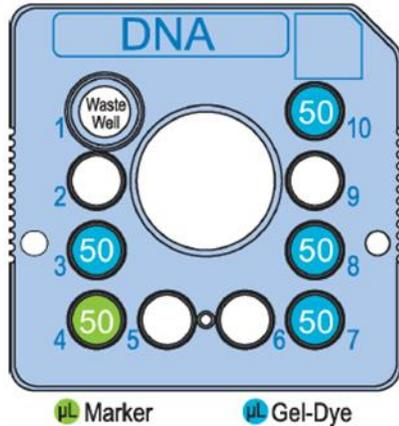
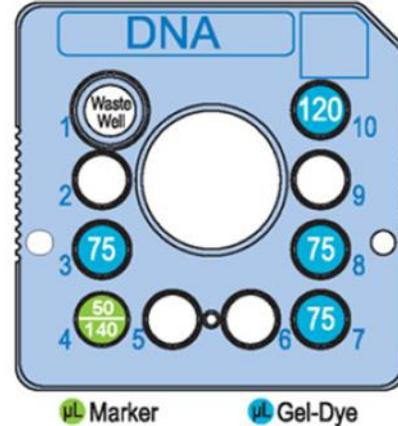

图1
图2
3. 将孔（1, 3, 4, 7, 8 和 10）用 MilliQ 水润洗 2 次，并将水吸掉。同时请勿让这些孔长时间处于干燥状态（孔的编号请参照图 1 和 2）
- 用反向移液法加一定量胶-染料溶液到孔 3, 7, 8, 10, 如图 1（低通量），图 2（高通量）
- 在孔 4 中加入 DNA Marker（绿色管盖），如图 1 和 2。对于高通量 Chip-Prep，如检测 96 孔板，加入 **50 μL** ；如检测 384 孔板或多个 96 孔板，加入 **140 μL** 。请注意，如芯片在机器内长时间处于待用状态，孔 4 内 marker 量需及时补充。